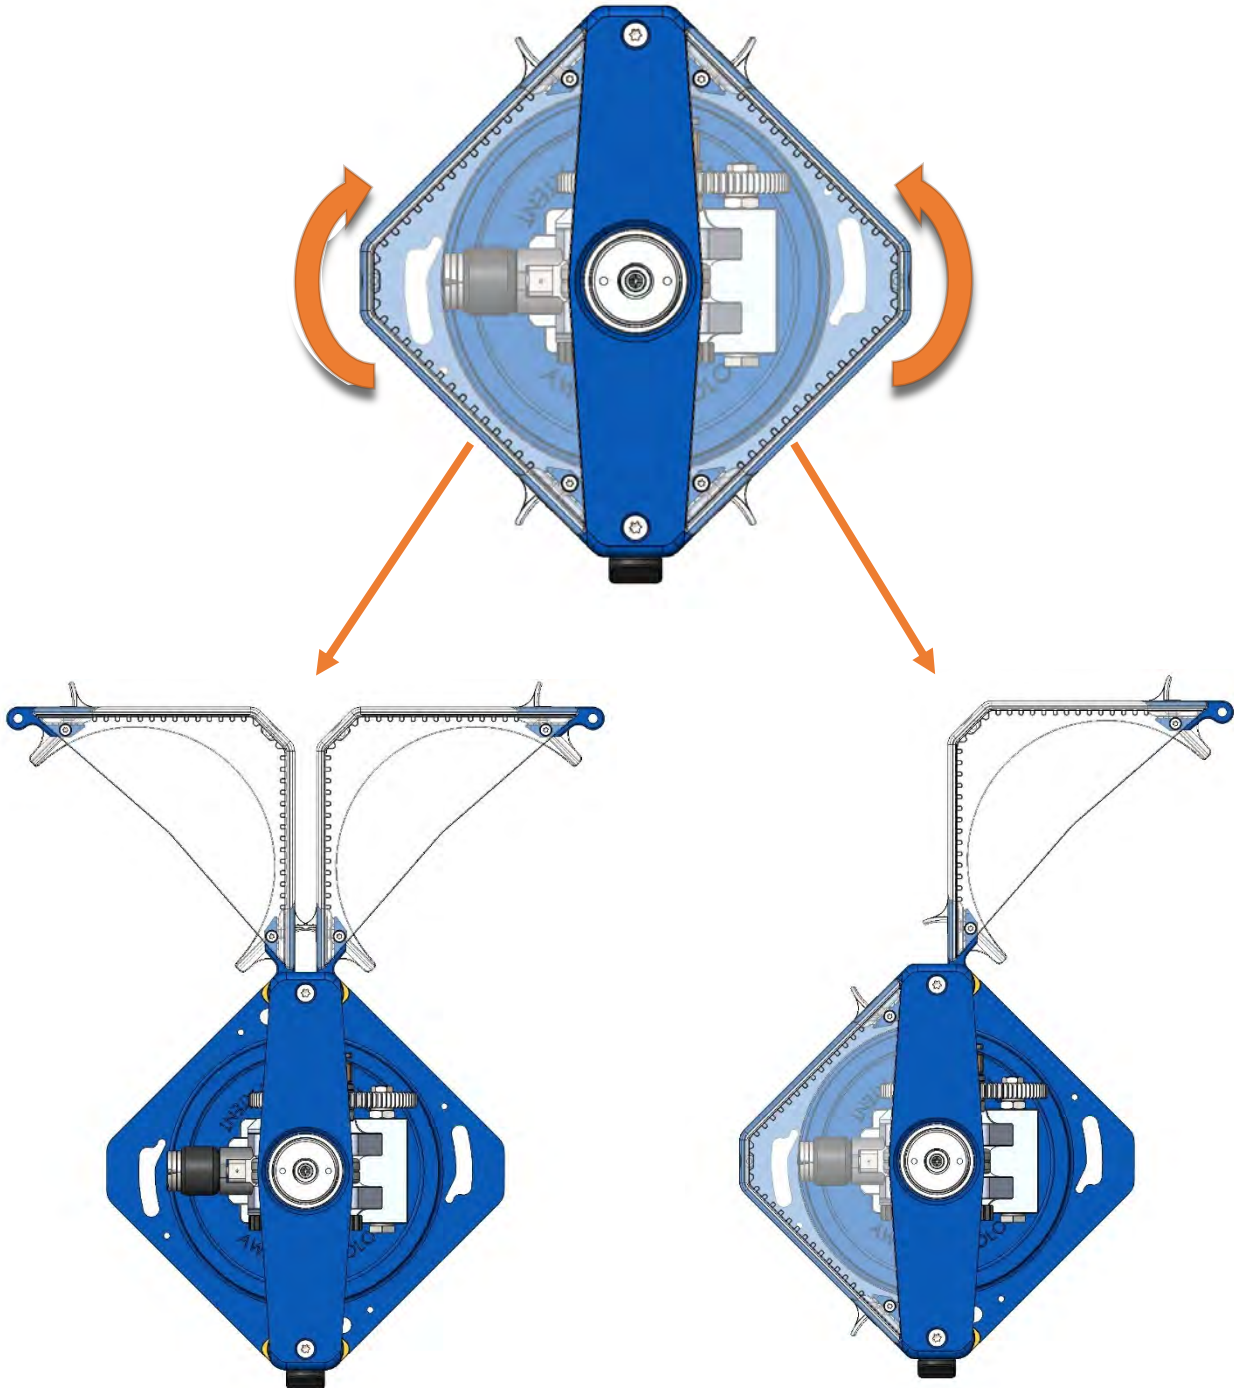

Abbildung 16
2. Während Sie den Knopf gedrückt halten, öffnen Sie einen oder beide Seitentüren, indem Sie sie in die durch den Pfeil angezeigte Richtung drehen. (Abbildung 16)